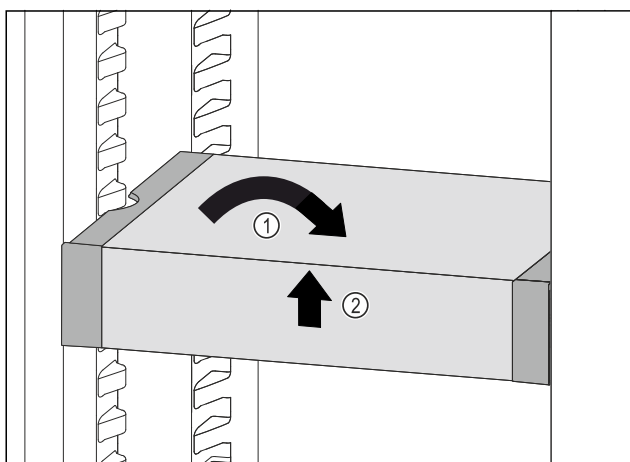

Fig. 95
- ▶ Установите VarioSafe прямо. Fig. 95 (1)
- ▶ Приподнимите VarioSafe спереди. Fig. 95 (2)